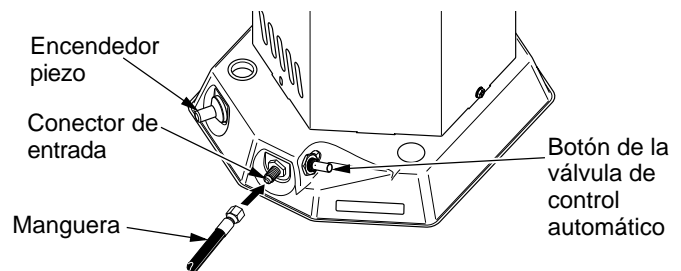

Figura 3: Ubicación del conector de entrada y de la manguera, del botón de la válvula de control automático y del botón del ignitor piezo
3. Conecte la manguera a la entrada del conector (consulte la figura 3). Apriete firmemente usando una llave.
6. Presione y mantenga presionado el botón de la válvula de control automático (consulte la figura 3). Presione y suelte el botón del ignitor piezo (consulte la figura 3). Continúe presionando el botón del ignitor piezo hasta que se encienda el quemador. Mantenga presionada la perilla durante un máximo de 10 segundos mientras se intenta la ignición. Si no enciende el calentador, suelte la perilla de control y espere 30 segundos. Repita el paso 6 para encender el calentador. *Nota:* Mantenga las manos y la cara alejados de la salida (alrededor de la parte